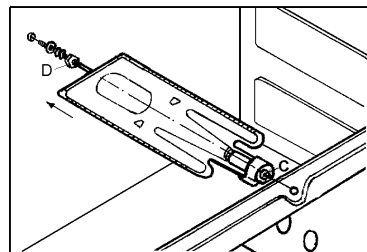

fig. 14
- Se demontează arzătorul prin desfacerea șurubului piuliță D (fig.14).
- Se deșurubează ajutorajul (C) cu ajutorul unei chei tubulare de 10 mm și se înlocuiește cu cel corespunzător gazului utilizat și tipului de arzător (conform tabelului de ajutoraje).